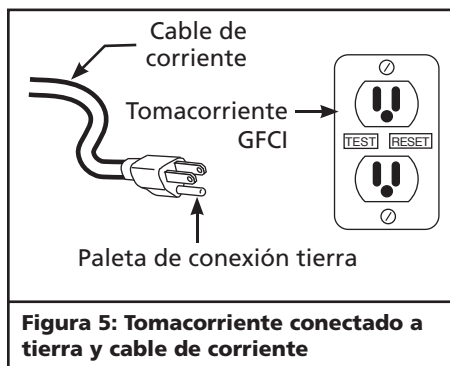

Figura 5: Tomacorriente conectado a tierra y cable de corriente
1. Se requiere que esta unidad se enchufe en un interruptor de circuito de descarga a tierra (GFCI) como se muestra en la Figura 5. Consulte a un electricista local para su instalación y disponibilidad.